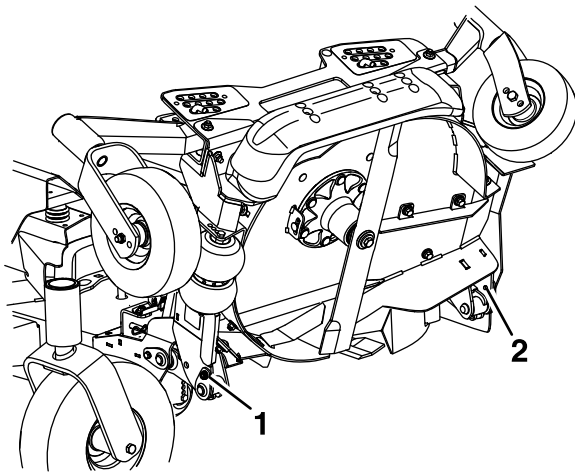
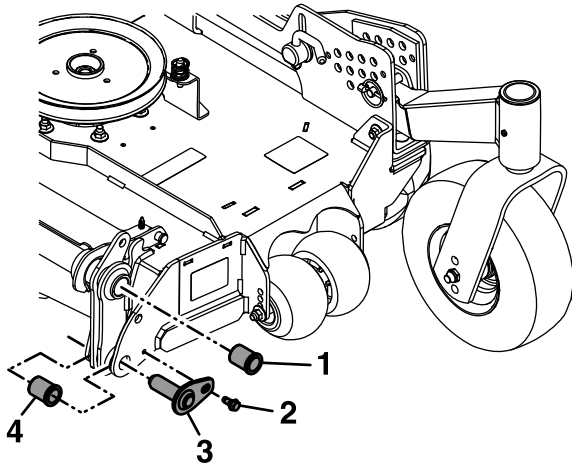

Figura 84
Figura 87
7. Afloje los pernos que fijan los pasadores de giro superiores a la carcasa, pero **no retire** los pernos (Figura 84).
14. Retire los bujes con brida de los puntos de giro superiores y limpie el orificio (Figura 87).
18. Retire y guarde los pernos de los puntos de giro inferiores (Figura 84 y Figura 87).